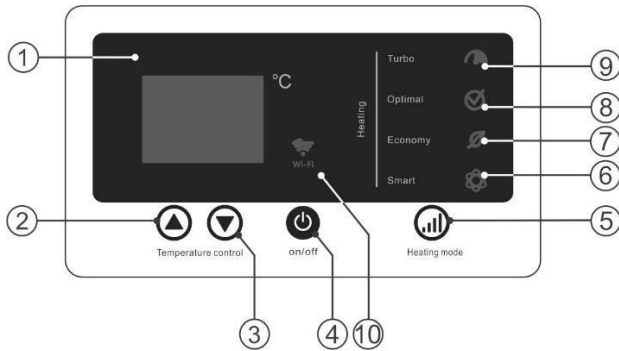

Figura 2. Panou de comandă electronic
Figura 2.: 1 - Afișaj LCD, 2 - Buton "▲" Controlul temperaturii / creșterea temperaturii de încălzire, 3 - Buton "▼" Controlul temperaturii / scăderea temperaturii de încălzire, 4 - Buton "on/off" / pornit/oprit, 5 - Buton "Mod de încălzire" / setarea puterii de încălzire, 6 - Afișaj modul "Smart", 7 - Afișaj "Economy" / putere minimă, 8 - Afișaj "Optimal" / putere standard, 9 - Afișaj "Turbo" / putere maximă, 10 - Funcția Wi-Fi.
Încălzitorul de apă este pornit/oprit prin apăsarea butonului central "on/off" (Fig.2, 4), în timp ce pe afișaj apare temperatura de încălzire preselectată. Puterea de încălzire este selectată prin apăsarea butonului "Mod de încălzire" de pe panoul de control (figura 2, 5). Indicatorul luminos "Turbo" (Figura 2, 9) este afișat pentru 2 kW, indicatorul luminos "Optimal" (Figura 2, 8) pentru 1,3 kW și indicatorul luminos "Economy" (Figura 2, 7) pentru 0,7 kW.
Activarea modului inteligent "Smart" este însoțită de indicatorul luminos "Smart" (Figura 2, 6). În acest mod, cazanul este capabil să studieze și să înregistreze obiceiurile de utilizare a apei calde ale utilizatorului și să pregătească în avans apă caldă pentru următorul ciclu de apă (7 zile într-un ciclu). Atunci când utilizatorii nu au nevoie de apă caldă, apa poate fi menținută la temperatura minimă. Acest mod este utilizat de cei care folosesc apă caldă în mod regulat.
În timpul funcționării boilerului, utilizatorul poate regla temperatura de încălzire a apei cu ajutorul a două butoane "▲" "▼" Controlul temperaturii (figura 2, punctele 2 și 3).
2. Pe panoul încălzitorului de apă, apăsați și mențineți apăsată butoanele 2 și 3 (Figura 2). apare indicatorul Wi-Fi (Figura 2, pagina 10).